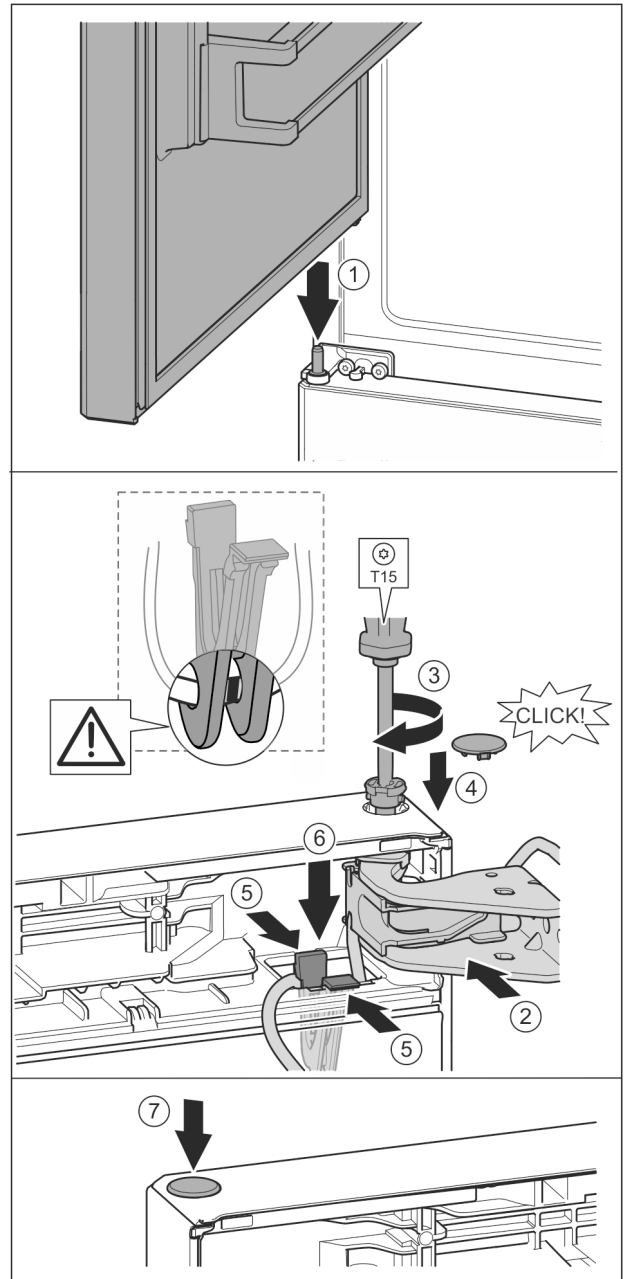

Fig. 36
- Coloque la puerta superior sobre el perno de cojinete intermedio Fig. 36 (1)
- Alinee la parte superior de la puerta respecto a la abertura en el soporte de cojinete. Fig. 36 (2)
- Introduzca el perno y atorníllelo con el destornillador T15. Fig. 36 (3)
- Montar la cubierta del seguro para asegurar la puerta: introduzca la cubierta del seguro y compruebe si descansa sobre la puerta. De lo contrario, introduzca por completo el perno. Fig. 36 (4)
- ▶ Introduzca el soporte con el cable fijado a éste en la abertura. *Fig. 36 (5)*
- ▶ Presione el soporte hacia abajo hasta que la lengüeta encaje. *Fig. 36 (6)*
- ▶ Coloque el tapón. *Fig. 36 (7)*